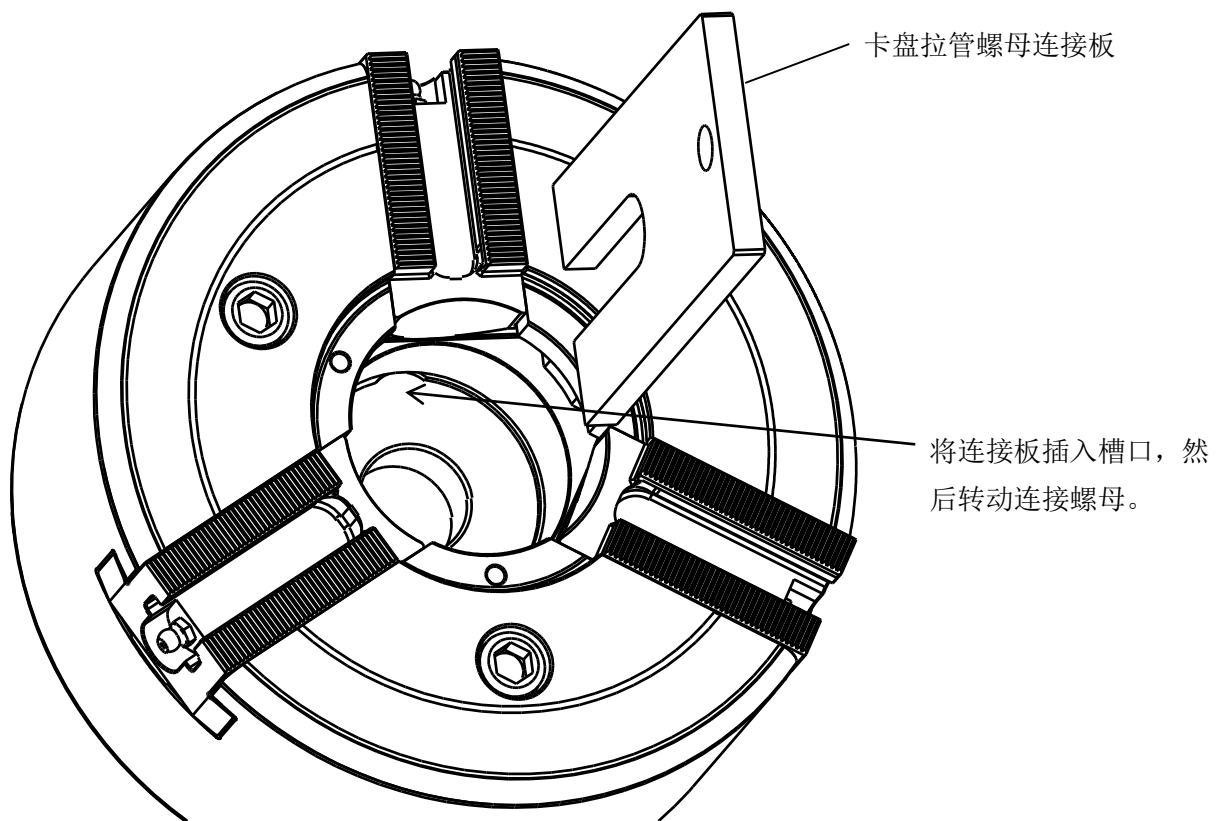

图 18
- ③ 将液压缸安装到主轴上。
- ④ 确认液压缸的跳动，若无异常，则安装液压软管和排油软管。
- ⑤ 接通机床的电源，使液压缸以 0.5MPa 运转 2~3 次。若无异常，则使活塞移动到前进端，切断机床的主电源。
- ⑥ 拆下卡盘的软爪和盖罩。
- ⑦ 如图 18 所示，将卡盘拉管螺母连接板插入卡盘的中心孔，转动拉管螺母，同时连接到拉管。无法顺利拧入时，请先确认螺丝的倾斜情况等，切勿勉强拧入。
- ⑧ 转动卡盘拉管螺母，使卡盘完全贴紧主轴安装面。
- ⑨ 按规定扭矩均匀地拧紧卡盘安装螺栓。(参照“2.安全上的重要警告事项”)